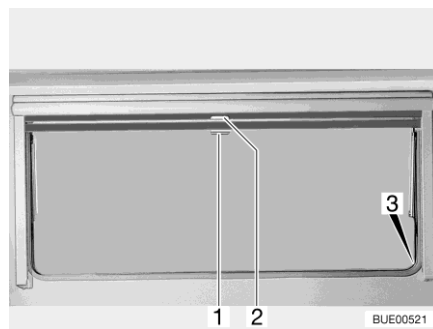

Fig. 74 Finestra apribile
- Tirare verso il basso l'oscurante a rullo accompagnandolo con la maniglia (Fig. 74,2). Quando si chiude completamente l'oscurante a rullo esso va agganciato da entrambi i lati al telaio della finestra nell'apposito elemento di fissaggio (Fig. 74,3).
- Quando l'oscurante a rullo è completamente chiuso: Spingere la maniglia (Fig. 74,2) verso il basso tirandola leggermente verso l'interno. Sganciare l'oscurante a rullo dagli elementi di fissaggio a destra e a sinistra del telaio della finestra.
- Quando l'oscurante a rullo si trova in posizione intermedia: Tirare la maniglia (Fig. 74,2) leggermente verso il basso finché l'elemento di fissaggio non si è sganciato.
- Tirare la maniglia (Fig. 74,1) della zanzariera a rullo verso il basso e agganciarla all'elemento di fissaggio (Fig. 74,3) su entrambi i lati del telaio della finestra.
- Spingere la maniglia (Fig. 74,1) verso il basso tirandola leggermente verso l'interno. Sganciare la zanzariera a rullo dagli elementi di fissaggio a destra e a sinistra del telaio della finestra.